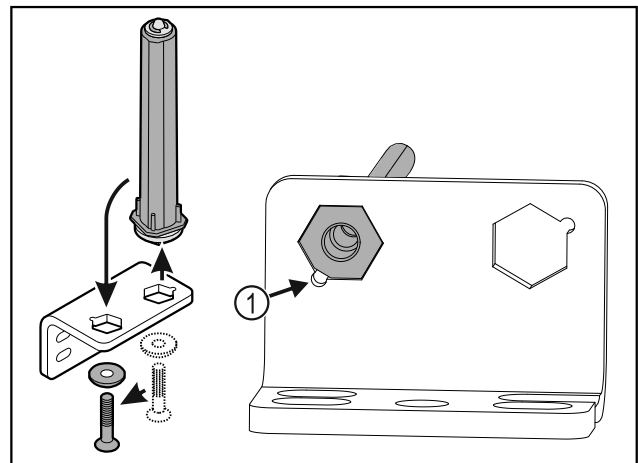

Fig. 40
- Varmista, että pultin viiste Fig. 40 (1) osoittaa pyöreää aukkoa kohti, kun se asetetaan paikalleen.